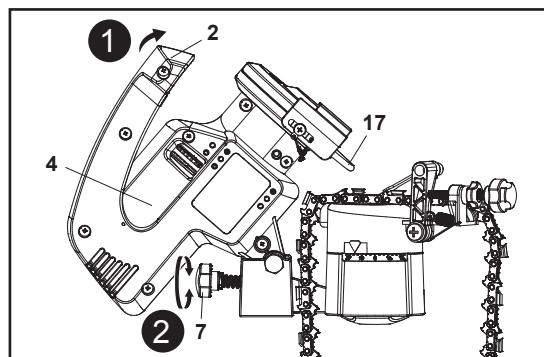

Fig. 7
1. Rode a estrutura do motor (4) pela respetiva pega (2) para verificar até que profundidade o disco de desbaste (17) pode ser pressionado em direção à corrente de serra (Fig. 7, passo 1).
2. Rode o parafuso do batente de profundidade (7) para a direita ou para a esquerda para ajustar a profundidade de corte (Fig. 7, passo 2). Ajuste de forma a que o disco de desbaste (17) possa ir apenas até à profundidade absolutamente necessária para afiar o rebordo de corte. Proceda com o máximo cuidado para não tocar nos elos da corrente com o disco de desbaste.